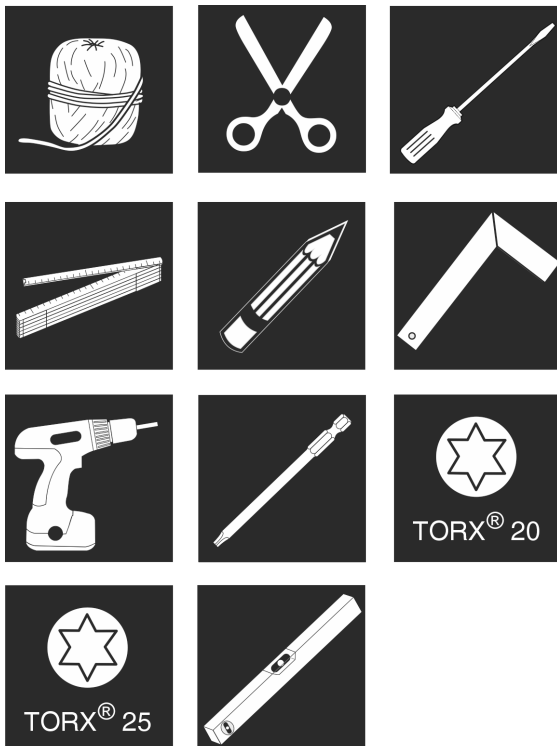

Fig. 10
1. Predisposizione gli utensili. *Fig. 10 ()*